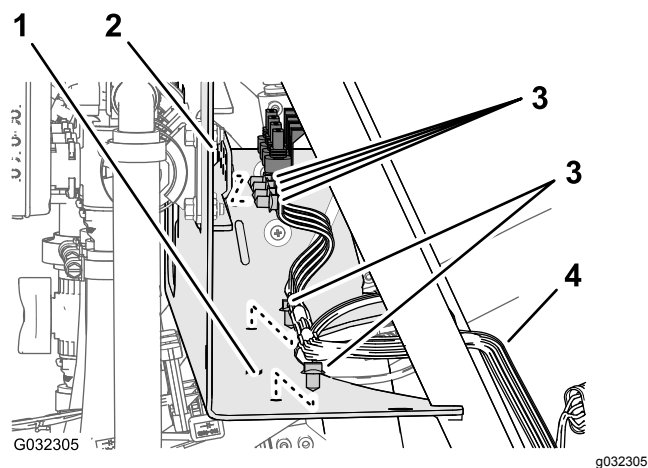

Figura 24
3. Rimuovete i dispositivi di fissaggio a spinta che fissano il cablaggio preassemblato posteriore ai fori sul lato anteriore e alla piastra inferiore del supporto del collettore (Figura 24).